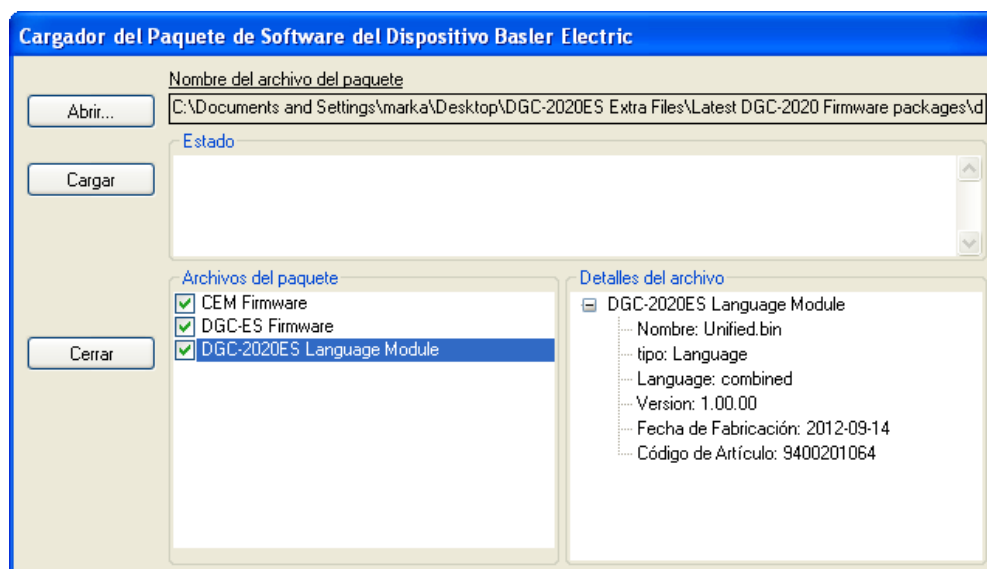

Figura 3-14. Cargador del Paquete del Dispositivo Basler Electric
7. Cuando aparece la pantalla del *Cargador del Paquete del Dispositivo Basler Electric* (Figura 3-14), haga click en el botón *Abrir* para navegar por el paquete del dispositivo que Basler Electric le ha suministrado. Aquí están listados los *Archivos del Paquete* así como los *Detalles del Archivos*. Marque las casillas de verificación junto a cada uno de los archivos individuales que desea cargar.